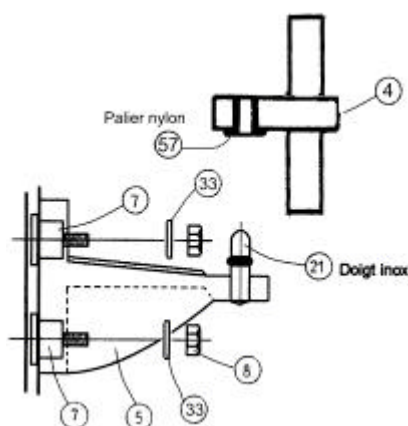

Fig.5
III 2 c - Enfiler dans la gorge de mât autant de fois une paire de lardons (7) que de supports d'articulation (5). (voir fig. 5)
III 4 b - Emboîter à fond une articulation/jonction (4) à l'extrémité supérieure du profil de 0.60 m (1) pour que la collerette en Nylon (57) de l'articulation/jonction (4) soit tournée vers le bas des profils. (fig. 5)
III 4 e - Monter et serrer les vis de jonction (9). Assembler ainsi de suite tous les profils de guindant (2) **sauf le dernier profil de 2 mètres (2)**. *Rappel* : veiller à toujours tourner les collerettes Nylon (57) des articulations/jonctions (4) vers le bas de profils. (fig. 5)
- tous les supports d'articulation (5). Fig. 5
III 5 b - Monter un support d'articulation (5) avec ces 2 lardons (7) **avec le doigt en inox vers le haut**. Monter sans le serrer un écrou nylstop (8) et rondelle (33) sur chacun des lardons (7). Voir Fig. 5.
III 5 c - Faire coulisser le support d'articulation (5) pour enfiler à fond son doigt inox dans le trou vertical de l'articulation/jonction (4). Fig 5 . Serrer les 2 écrous Nylstop (8). Couple de serrage à respecter : 1 à 1,5 daN/m.